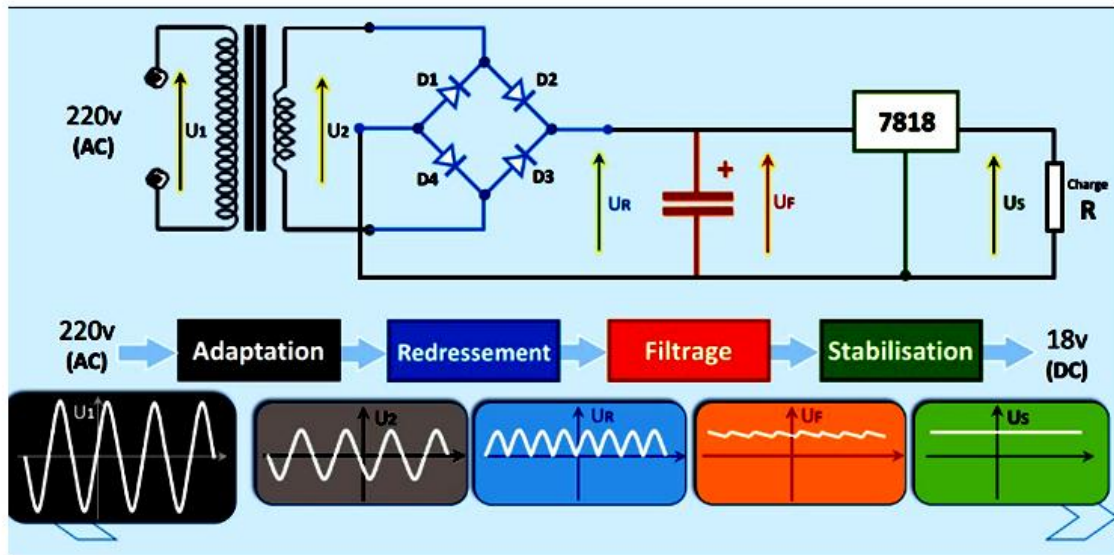

Fig. 8 Alimentation stabilisée
Une alimentation stabilisée est un convertisseur du courant alternatif (CA) en courant continu (CC), est constitué d'un transformateur qui abaisse la tension alternative, suivi d'un pont de diodes qui redresse cette tension et d'un condensateur qui lisse la tension redressée et en fin un régulateur qui stabilise cette tension **Fig. 8**.